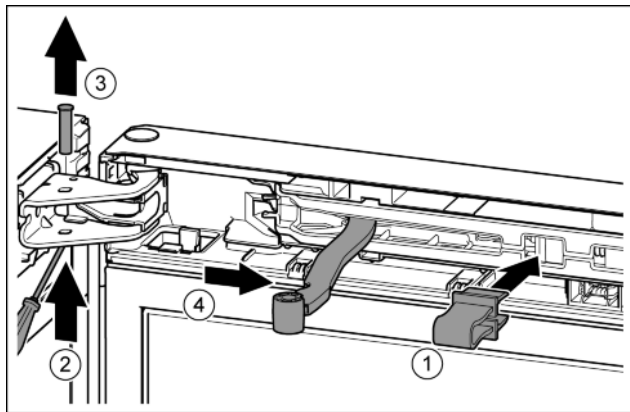

Fig. 9
- ▶ Зафиксировать предохранитель в отверстии. *Fig. 9 (1)*
- ▶ Выкрутить палец при помощи отвертки. *Fig. 9 (2)*
- ▶ Извлечь палец движением вверх. *Fig. 9 (3)*
- ▶ Повернуть шарнир в направлении двери. *Fig. 9 (4)*